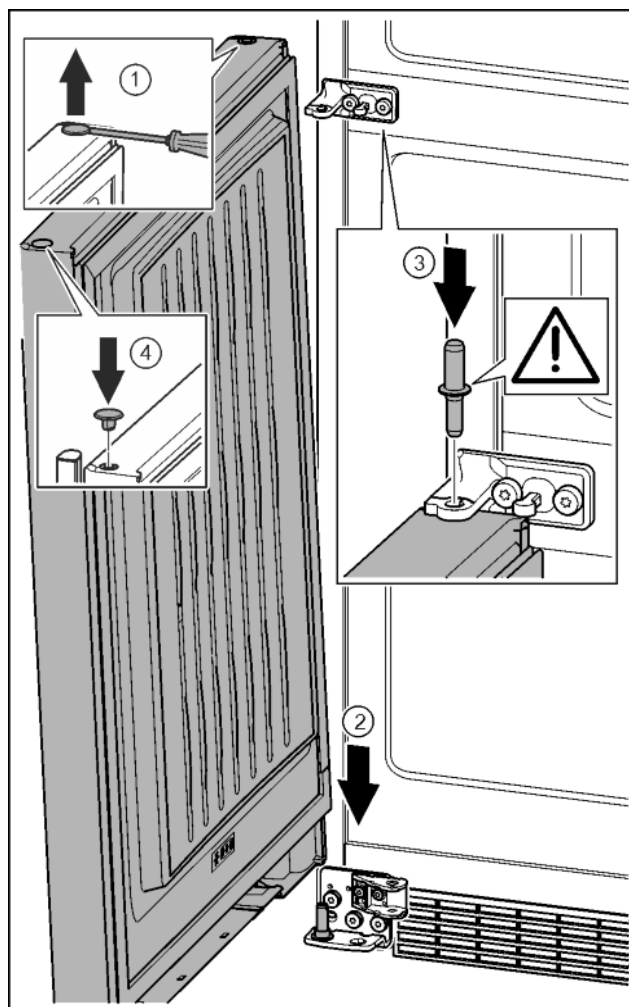

Fig. 35
- Con un cacciavite sollevare con attenzione i tappi ed estrarli. *Fig. 35 (1)*
- Appoggiare la porta dall'alto sul perno di supporto inferiore. *Fig. 35 (2)*
- Inserire il perno di supporto centrale attraverso il blocco di supporto centrale nella porta inferiore. Prestare attenzione che l'arresto sia rivolto verso il lato posteriore. *Fig. 35 (3)*
- Inserire nuovamente i tappi sull'altro lato della porta. *Fig. 35 (4)*